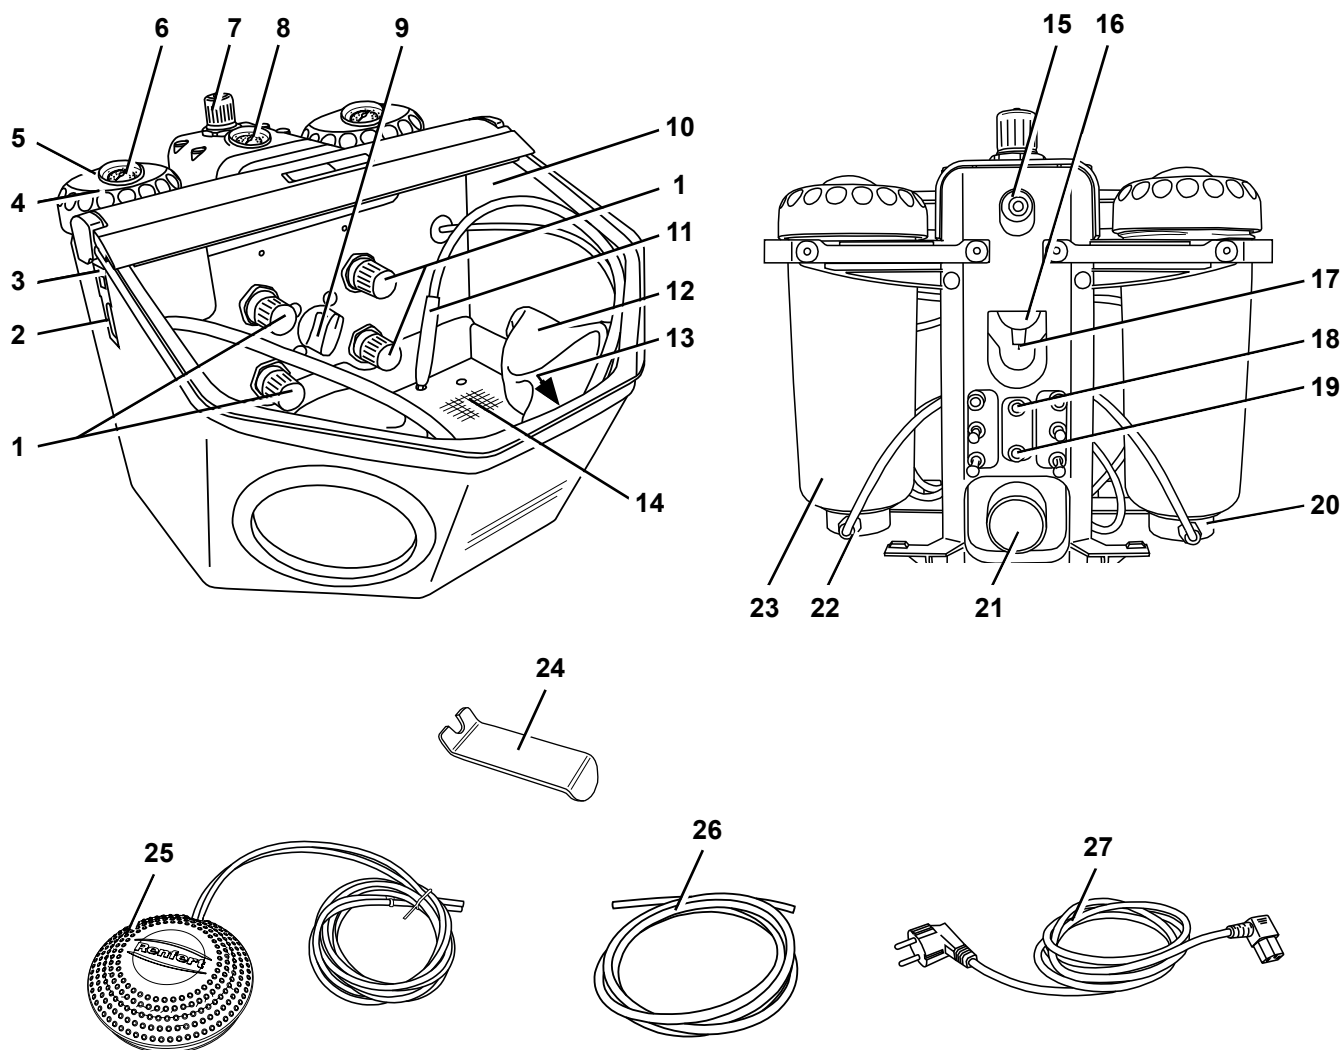

Abb. 1
- Druckluftschlauch (26) bis zum Anschlag in Schlauchanschluss (15) einstecken. Dabei ist ein leichter Widerstand spürbar zu überwinden.
- Prüfen das Anschlussdruck im erforderlichen Bereich liegt (siehe tech. Daten). Anzeige erfolgt am Manometer (8, Abb. 1).
Zum Entfernen von Strahlmittelresten und Staub kann die Ausblasdüse (13, Abb. 1) verwendet werden.
- Am Wahlschalter (9, Abb. 1) den Strahl tank wählen.
- Fußschalter (25, Abb. 1) betätigen.